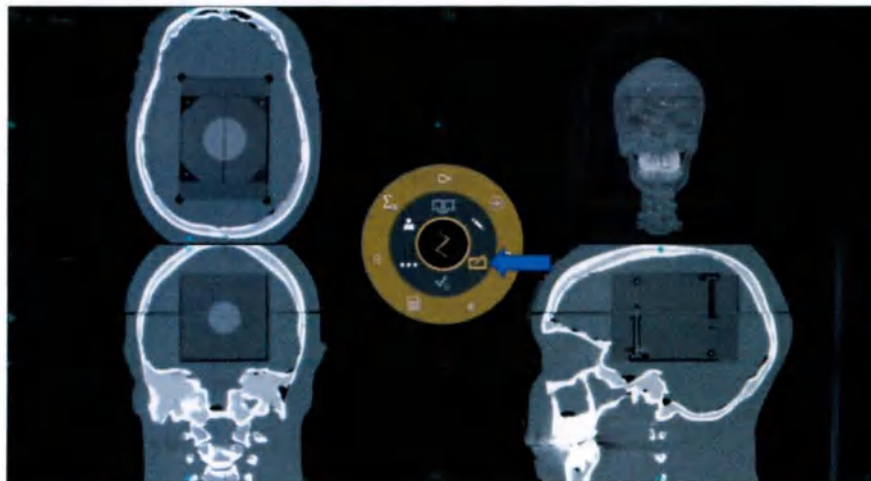

Рисунок 7-2. Значок Plan (План)
1. Щелкните по пиктограмме Plan (План), чтобы добавить изоцентр (см. рис. 7-2).